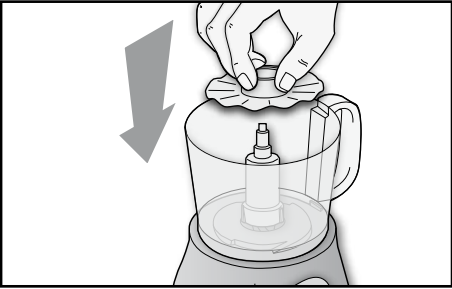

Fig. 6
- Nel caso invece si desiderasse montare albumi o panna, installare l'apposito accessorio (N) sul supporto lama (L) come mostrato in Fig. 6.